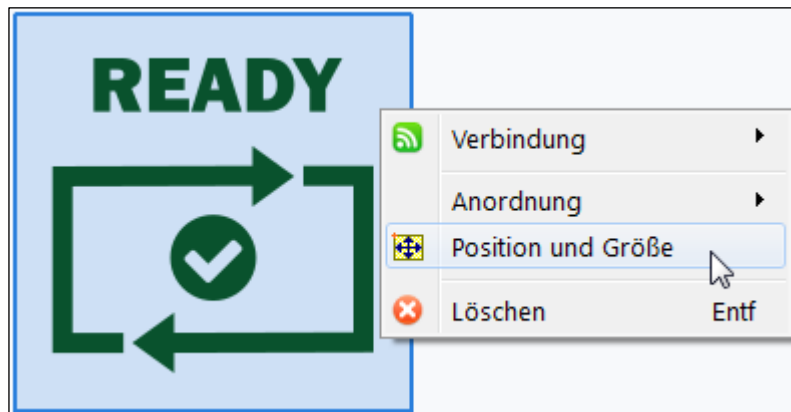

Bild 6-16 Position und Größe im Kontext-Menü ändern
- ▶ Klicken Sie mit der linken Maustaste auf den Menüpunkt *Position und Größe* (siehe Bild 6-16).